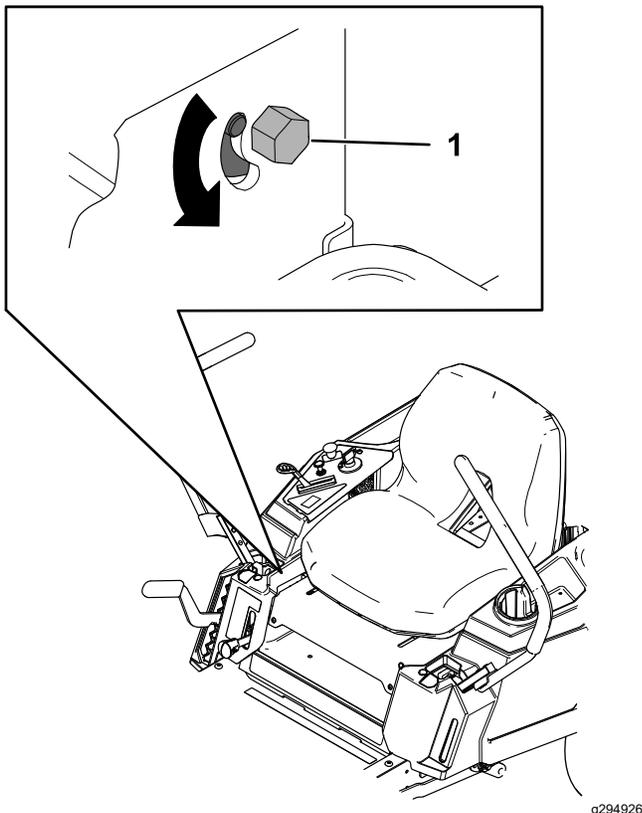

Figura 55
3. Individuate il bullone di regolazione dell'allineamento vicino alla leva di comando del movimento sul lato specifico che richiede la regolazione (Figura 55).